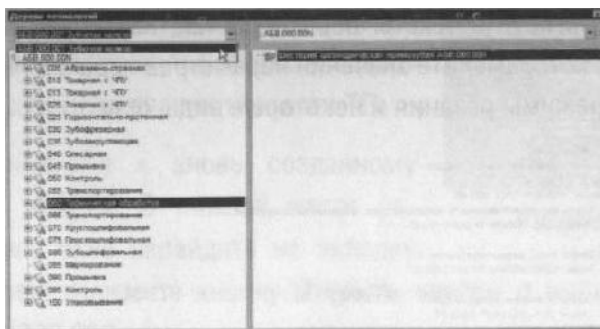

Рисунок 121
7. В открывшемся окне в левой части из списка ТП выберите ТП источник операций и переходов, а в правой части из списка выберите проектируемый ТП, как показано на рис. 121.